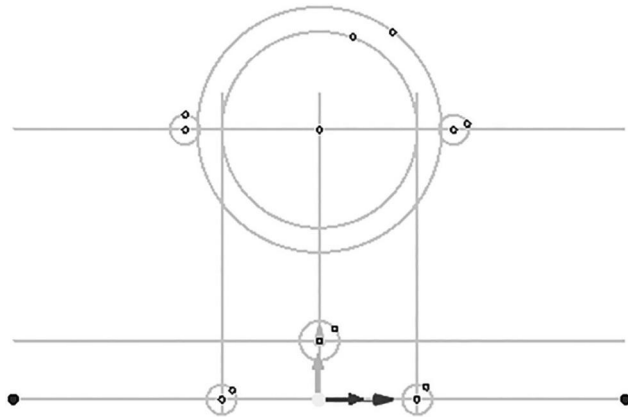

图 1-2-9 去除多余线条
(7) 执行“删除”和“裁剪”命令，去除图中多余线条，结果如图 1-2-9 所示。